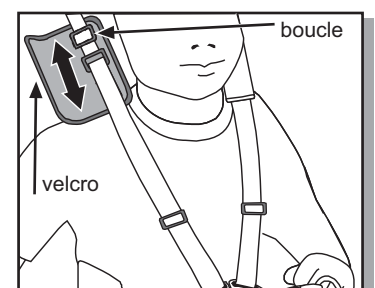

Fig. 19 Régler la hauteur de la sangle d'épaule.
- Régler la hauteur de la sangle d'épaule. Ajuster la hauteur de la sangle d'épaule pour qu'elle arrive juste au-dessus de la hauteur de l'épaule de l'enfant (Fig.19).
- Régler la sangle d'épaule. Ouvrir les coussinets velcro. Faire glisser la boucle vers le bas ou le haut pour régler les sangles. Le harnais de siège devrait être suffisamment serré sans oublier d'être confortable (Fig. 19).